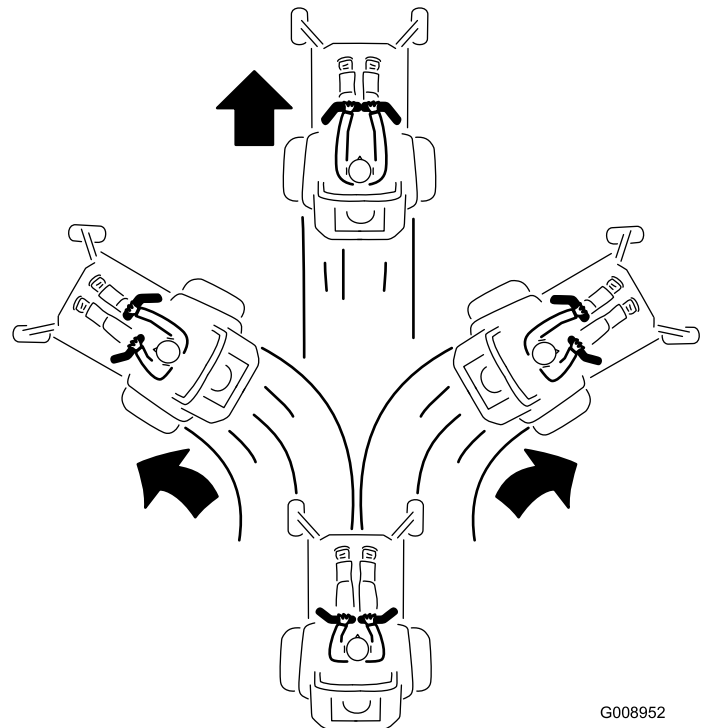

Figura 33
3. Pentru a vă deplasa în față, împingeți ușor manetele de control al micării în față (Figura 33).